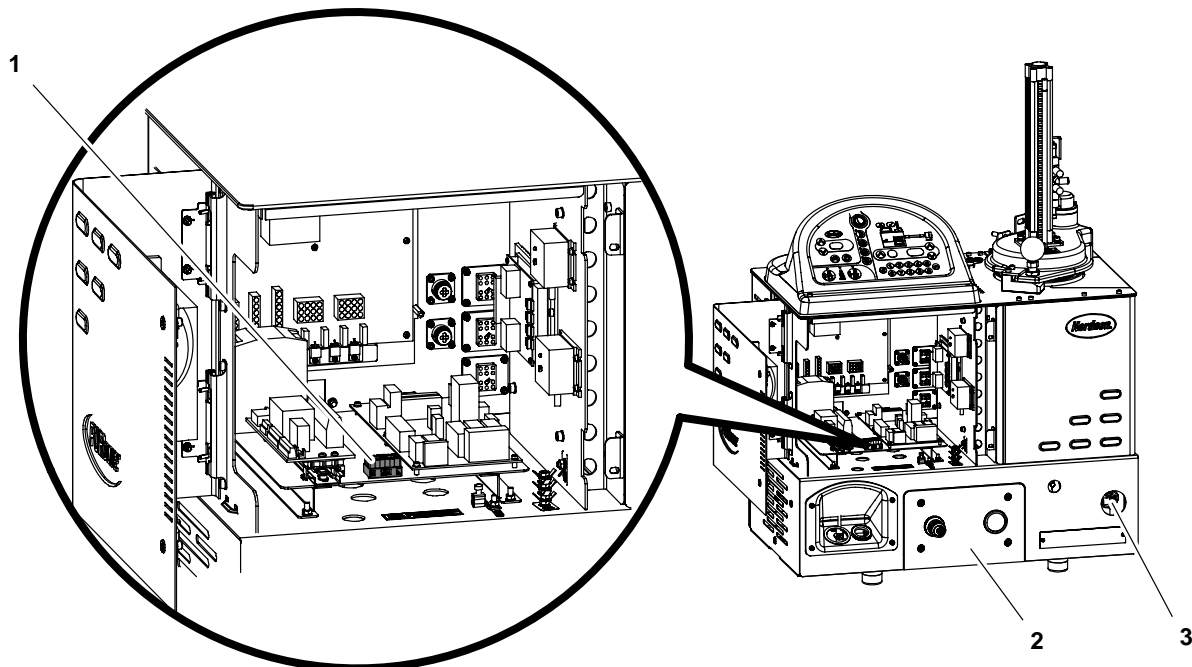

Abb. 3-9 Signal an Druckregel-Klemmenleiste bei installierter Option F anschließen
Siehe Abbildung 3-9. Ein kundenseitig bereitgestelltes 24-V-Steuersignal an der Klemmenleiste der Druckregeloption (1) an der Innenseite des Elektrogehäuses anschließen. Für die Anschlüsse spielt die Polung keine Rolle.